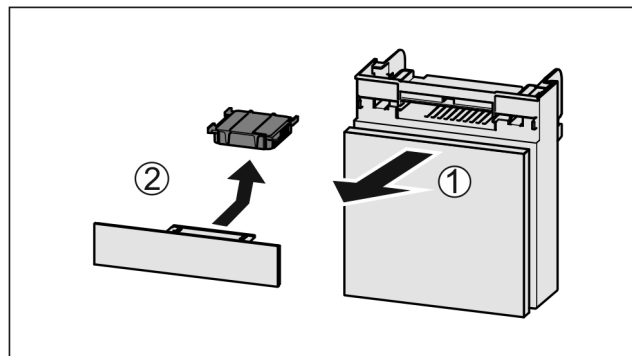

Fig. 87
- ▶ Zásuvku vytáhněte dopředu Fig. 87 (1).
- ▶ Filtr s aktivním uhlím vyjměte Fig. 87 (2).